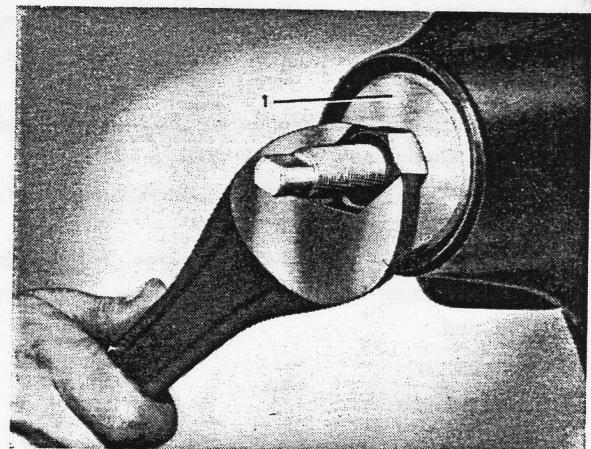

Bild 5-33. Einbau der Lagerringe
3. Die gleiche Anzahl Ausgleichscheiben, die beim Zerlegen ausgebaut wurden, unter den äusseren Lagerring legen. Äusseren Lagerring mit Einpresswerkzeug SVO 2206 einpressen, siehe Bild 5-33. Auf richtigen Sitz der Ringe im Gehäuse achten.